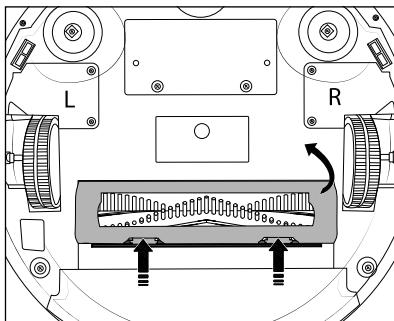

Fig. 14
① ATTENZIONE!
- Utilizzare l'apparecchio solo con le spazzole laterali ⑨ e il rullo a spazzola ⑯ montati correttamente.
① Nota
- Pulire regolarmente il rullo a spazzola ⑯ e le spazzole laterali ⑨ per garantire il corretto funzionamento dell'apparecchio e per evitare guasti.
- ◆ Premere i due tasti di sblocco della copertura del rullo a spazzola ⑯ per disimpegnarla. Togliere la copertura del rullo a spazzola ⑯ dall'apparecchio (vedere fig. 14).